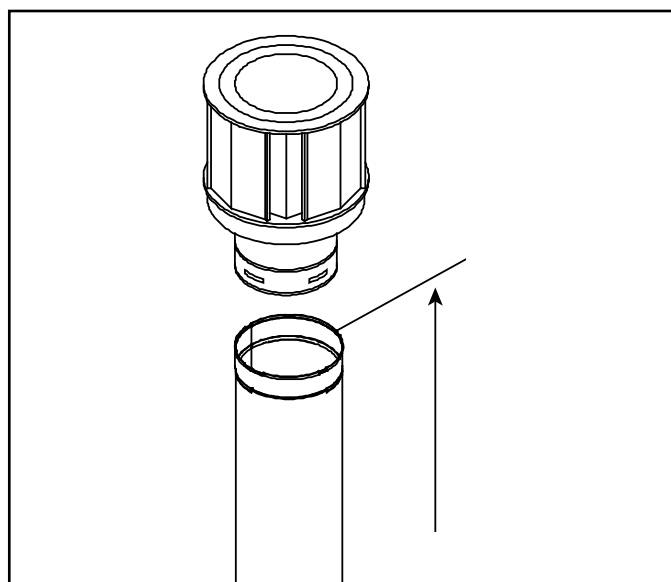

Figure 4.10 Mesure par rapport à l'extrémité supérieure de la dernière section du conduit
- Les extrémités verticales doivent être mesurées à partir de l'extrémité supérieure de la dernière section du tuyau. Voir la figure 4.10.